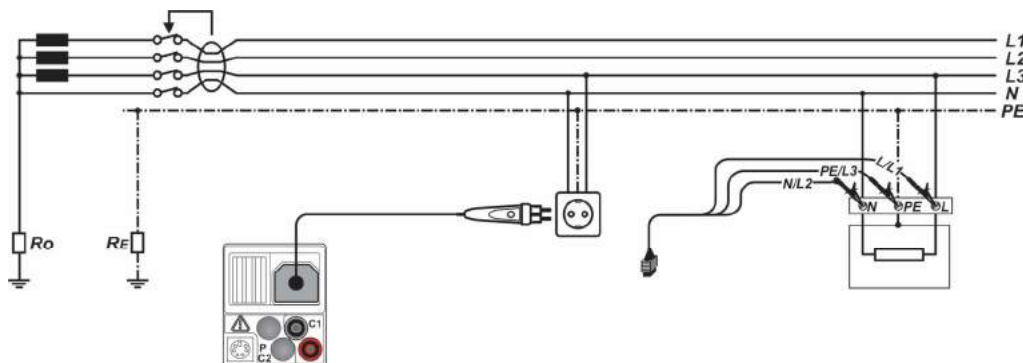

Abbildung 5.17: Anschluss des optionalen Commander-Prüfsteckers (044149) und der 3-Leiter-Prüfleitung
- Kontaktieren Sie die Prüfleitungen an das Prüfobjekt (siehe Abbildung 5.17).
- ☐ Kontaktieren Sie die Prüfleitungen an das Prüfobjekt (siehe Abbildung 5.17).
<ul style="list-style-type: none"> ❑ Wählen Sie mit dem Funktionswahlschalter die Schaltstellung FI/RCD. ❑ Stellen Sie die Unterfunktion auf AUTO. ❑ Stellen Sie die Prüfparameter ein. ❑ Kontaktieren Sie die Prüfleitungen an das Prüfobjekt (siehe Abbildung 5.17). ❑ Drücken Sie die Taste TEST, um die Messung zu starten. 	Start der Prüfung